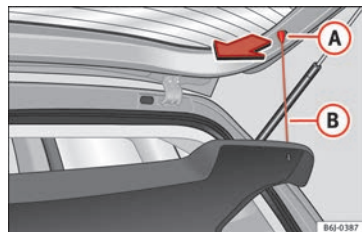

Fig. 120 Bandeja portaobjetos.
- Desenganche los tirantes » » » fig. 120 (B) de los alojamientos (A).